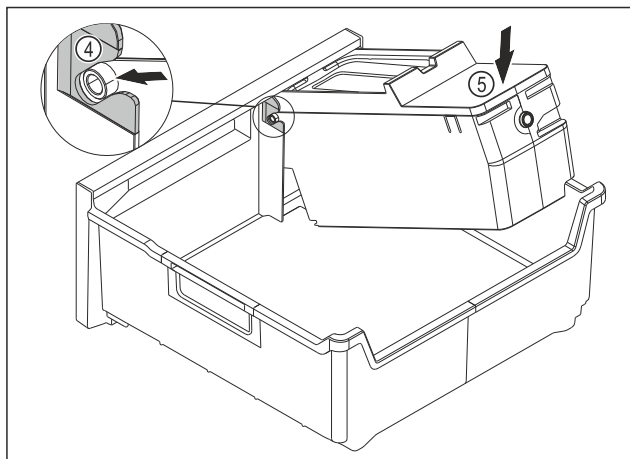

Fig. 125
- Montimi i kutisë EasyTwist-Ice: Futni akset e kutisë EasyTwist-Ice në kanalet udhëzuese Fig. 125 (4).
- Shtypni për poshtë kutinë EasyTwist-Ice Fig. 125 (5) në pjesën e pasme.